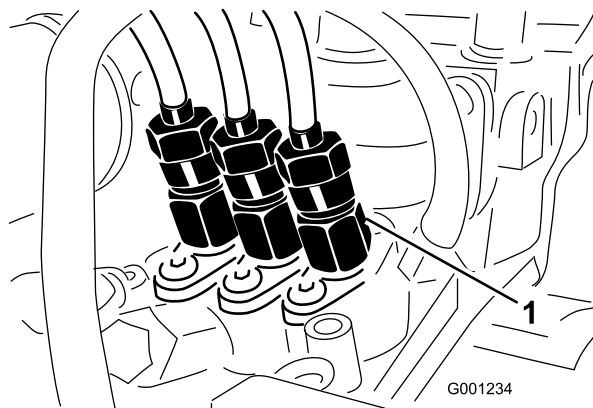

Bild 50
1. Lockern Sie den Leitungsanschluss an der Einspritzdüse Nr. 1 und dem Halter an der Einspritzpumpe (Bild 50).